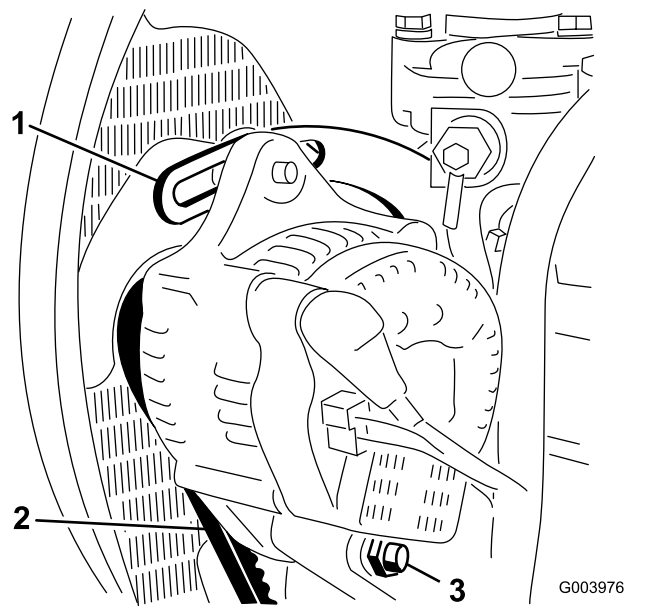

Рисунок 68
2. Проверьте натяжение ремня генератора, надавив на него (Рисунок 68) посередине между шкивами генератора и коленчатого вала с усилием 10 кг.
3. Ослабьте болт крепления скобы к двигателю (Рисунок 68), болт крепления генератора к скобе и болт оси поворота.